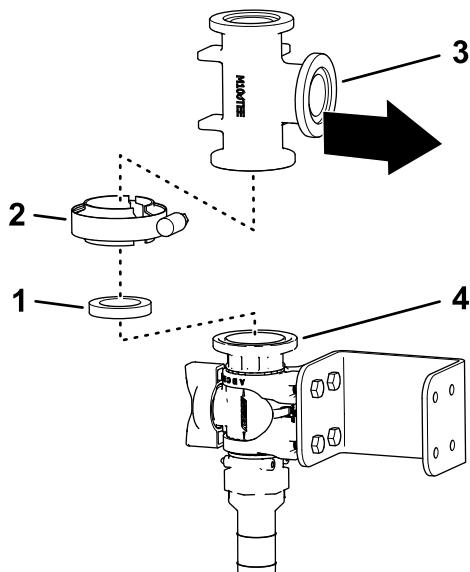
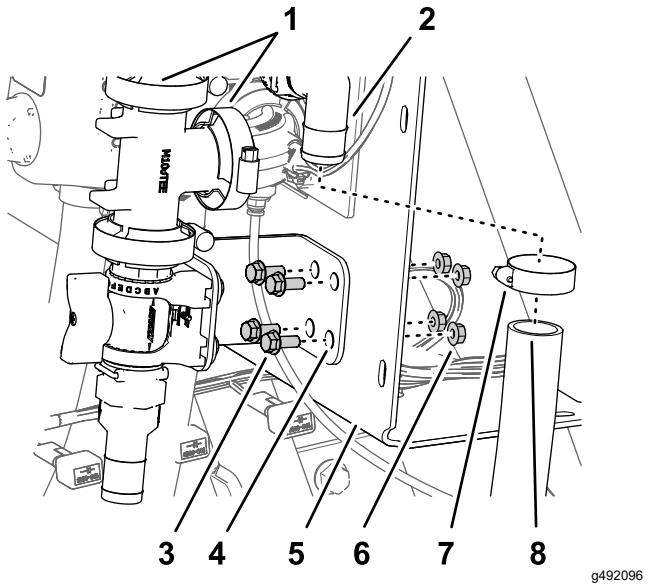

図 42
図 45
6. 図 42 図に示すように、T字フィッティングのフランジを、制御バルブのフランジに合わせる。
7. ガスケットとフランジクランプで、T字フィッティングを制御バルブに仮止めする図 42。
2. 図45図に示すように、キャリッジ ボルト(1/4-20 x 5/8") 2本とロックナット(1/4-20") 2個を使って、コントロールバルブブラケットをマニホールドマウントに取り付け、ボルトを1012 N·m(1.1 1.3kgm)のトルクで締める。
3. コントロールバルブとT字継手(図42)を固定するフランジクランプ、およびT字継手をエルボー継手(図45)に固定するフランジクランプを手締めする。